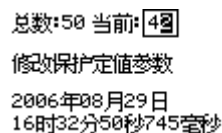

图 5-8 操作记录示例
④ 遥信变位：包括所有开入变位及遥信信息。
⑤ 操作记录：查看本地操作、参数修改等记录信息。示例如图 5-8 所示界面。